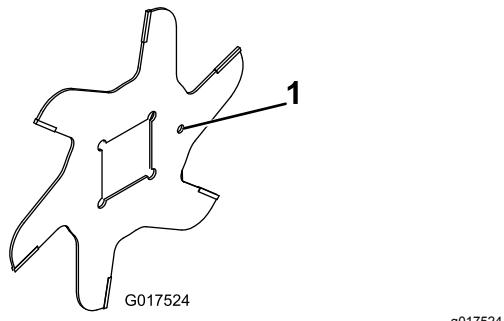

Figura 15
- Monte uma lâmina (Figura 15).
- Instale lâmina seguinte no sentido dos ponteiros do relógio de forma a o orifício de referência (Figura 15) não ficar alinhado com o orifício da primeira lâmina por um furo do eixo.